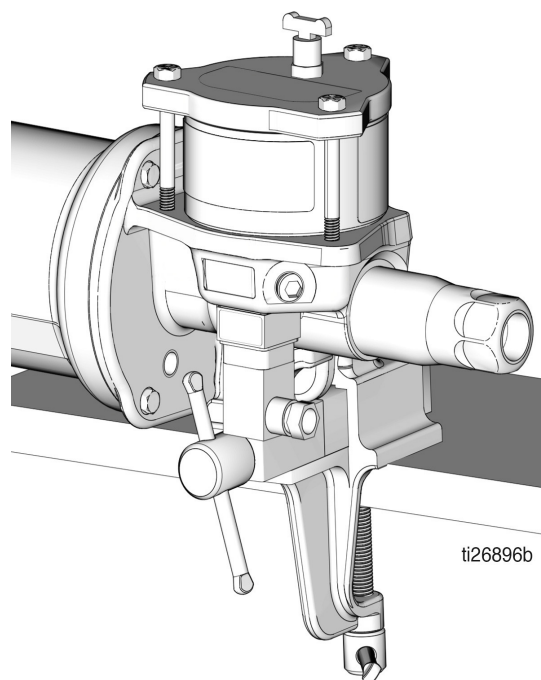

Рис. 15
8. Зажмите основание насоса в настольных тисках, как показано на Рис. 15. Используйте в тисках губки из мягкого материала или уложите на губки тряпку для защиты поверхности основания насоса.